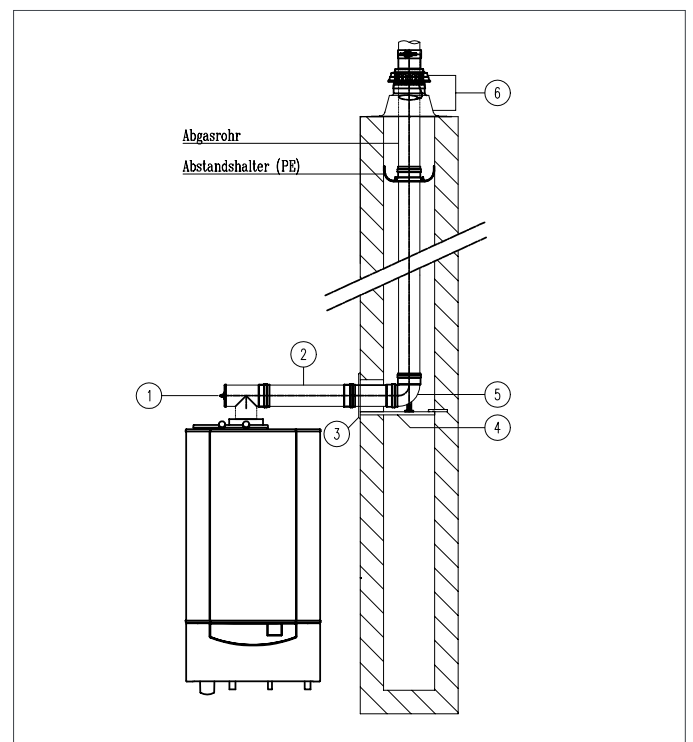

Bild 19 Bausatz RAS
1. Bausatz RAS (siehe Bild 19)